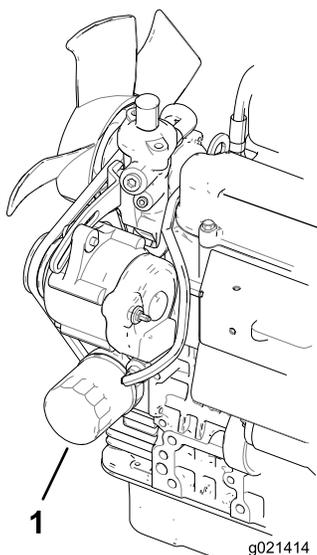

Figure 47
2. Déposez le filtre à huile (Figure 47). Appliquez une fine couche d'huile propre sur le joint du filtre de rechange avant de le visser en place. **Ne serrez pas excessivement.**